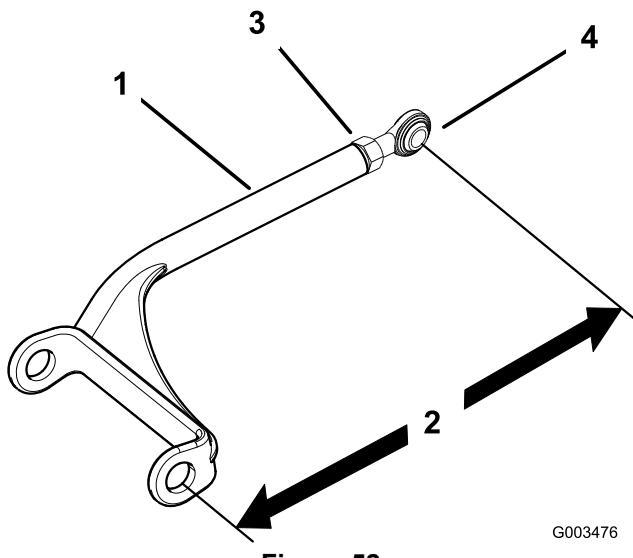

Figure 52
1. Desserrez l'écrou de blocage et tournez la rotule dans le sens anti-horaire, un tour à la fois (Figure 52).